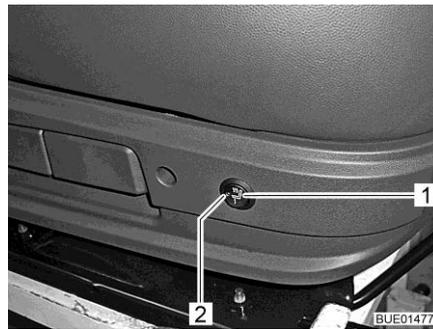

Fig. 19 Interruptor de la calefacción de asiento
■ Pulsar el interruptor (Fig. 19,1) en la parte posterior del lado izquierdo de la consola del asiento.
Cuando la calefacción de asiento está en funcionamiento, el LED (Fig. 19,2) se enciende.
■ Colocar el interruptor (Fig. 19,1) a la posición central. El LED se apaga.